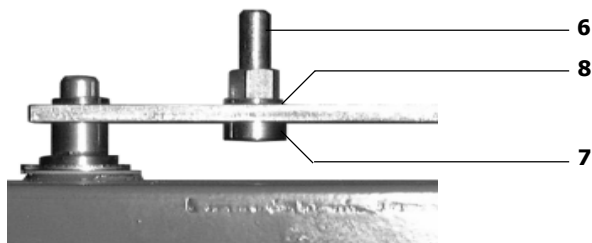

Fig. 18
5.1.6 Certifique-se de que a face quadrada da porca do pino (7) está correctamente localizada na ranhura do braço de feedback. Enrosque a ponteira (6) e a anilha M5 (8) e aperte segundo o torque 3.5 - 4.0 N m (ver Fig. 18).